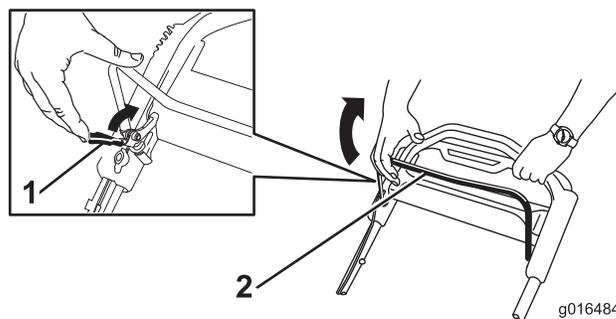

Figura 21
2. Tire hacia atrás lentamente Figura 21 de la barra de control de la cuchilla hasta que llegue al manillar ().
1. Tire hacia atrás del seguro de la barra de control de las cuchillas hasta que llegue a la barra de control de las cuchillas (Figura 21).